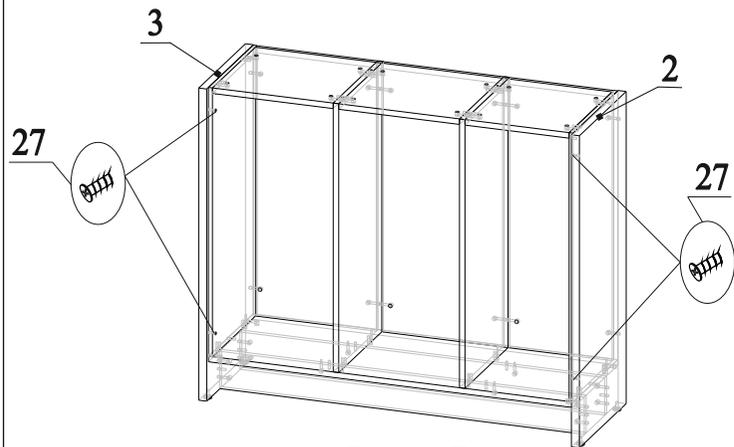

Рис.17
27. Соединить детали 2 и 3 с деталями 7, 8 и 9 (детали 2 и 3 с деталями 9 соединяются через сквозные отверстия в деталях 4 и 5), затянуть эксцентрики по часовой стрелки до упора (рис.17);
28. Закрутить винты 27 в муфты 22 через отверстия в деталях 4 и 5 (рис.17);